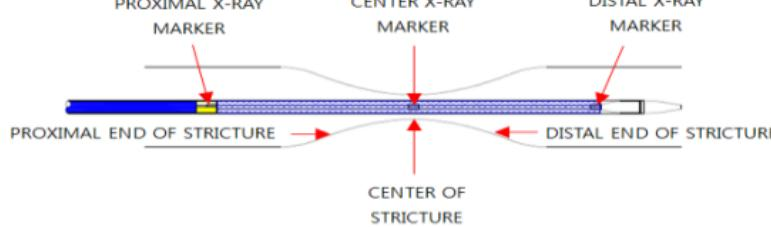

Рис. 4
- d) Когда центральная рентгеноконтрастная метка достигнет центра стриктуры, продолжайте оттягивать Y-образный соединитель назад, пока стент не будет полностью установлен (см. рис. 4, 5).
d) Когда центральная рентгеноконтрастная метка достигнет центра стриктуры, продолжайте оттягивать Y-образный соединитель назад, пока стент не будет полностью установлен (см. рис. 4, 6).